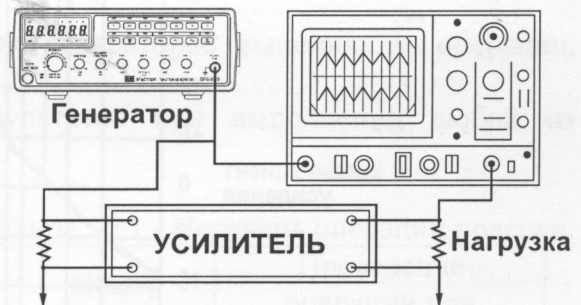

Рис.5
1. Используя схему на рис.5 и 50-омный разъем «срежьте» генераторный эффект с прямоугольного сигнала.